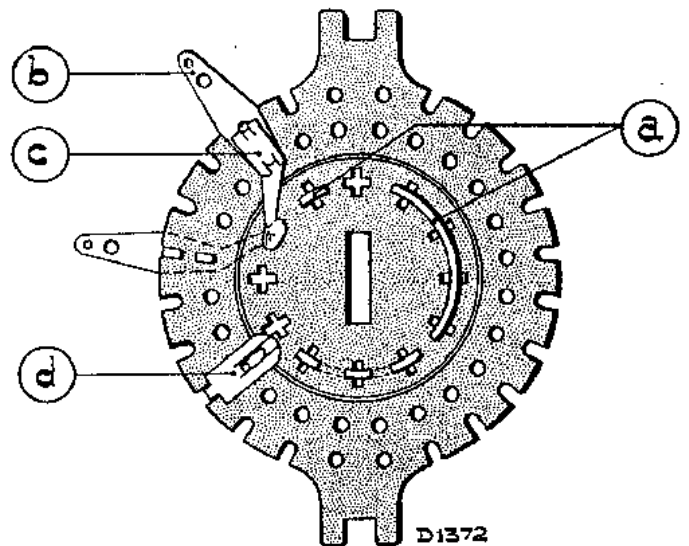

Fig. 10
- Een schakeleenheid (fig. 10) bestaat uit rotor en stator.